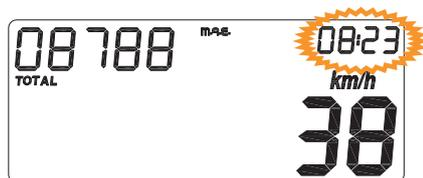

Fig. 11
Tale funzione è sempre rappresentata nel formato hh:mm, facendo uso dei digit 6÷9 (fig. 11).
*This function is always displayed in the format, hh:mm, using digits 6-9 (fig. 11).*